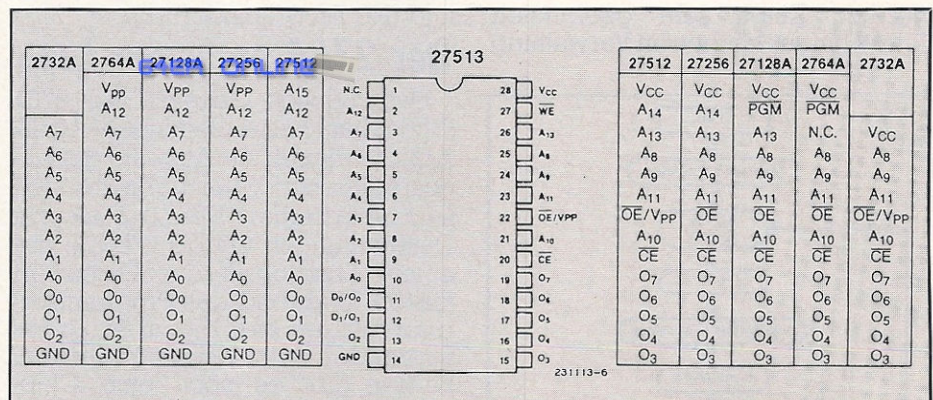
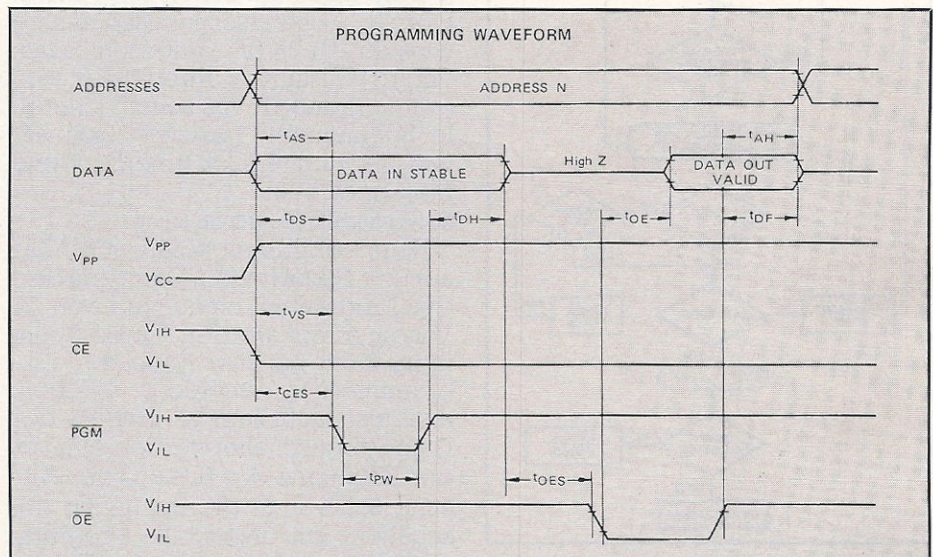

Bild 2. Der brandneue 27513 und seine kleineren Vorgänger im Vergleich
Bild 3. Zeitdiagramm für die Programmierung von 2764 EPROMs
großer EPROM-Bänke hat Intel mit ihrem 27513 (Bild 2) gemacht. Dieses EPROM ist seitenorientiert aufgebaut, das heißt es besteht aus vier EPROM-Bänken mit jeweils 16 KByte. Die Auswahl der aktiven Bank erfolgt über einen Schreibbefehl in ein internes Register des 27513. Beim Schreibbefehl werden die an den Datenleitungen D0 und D1 anliegenden Informationen übernommen und zur Seitenadresse decodiert. Beim Einschalten der Versorgungsspannung wird automatisch die Seite Null aktiviert, so daß man einen definierten Systemzustand erhält. Mit einem 27513 lassen sich also mit einem Befehl vier 16 KByte-Blöcke umschalten. Es ließen sich also auch umfangreichere Programme auf kleinere Computer umschreiben und in einem Chip unterbringen. Für den Expansion-Port des C 64 wäre dieses IC geradezu ideal. Es wird jedoch noch zirka zwei Jahre dauern, bis dieser Baustein preislich mit anderen Lösungen konkurrieren kann.
Das 28polige Gehäuse des 2764 (Bild 2) hat 13 Adreßleitungen, A0 bis A12. Sie dienen zur Auswahl der angesprochenen Speicherstelle und sind binär codiert. Der Chip hat acht Datenleitungen O0 bis O7, die bei einem Lesezugriff das Datenwort führen. Während der Programmierung müssen hier die zu programmierenden Bytes angelegt werden. Ferner gibt es noch eine Chip-Enable-(CE), eine Output-Enable-(OE) und eine Program-Leitung (PGM). Ihre Funktionen zeigt Bild 3. Die 5 Volt-Versorgungsspannung wird an Pin 28 (V_{CC}) angeschlossen, Pin 1 (V_{PP}) führt während der Programmierung 21 Volt sonst 5 Volt. Alle Spannungen beziehen sich auf das mit Pin 14 (GND) verbundene Massepotential.